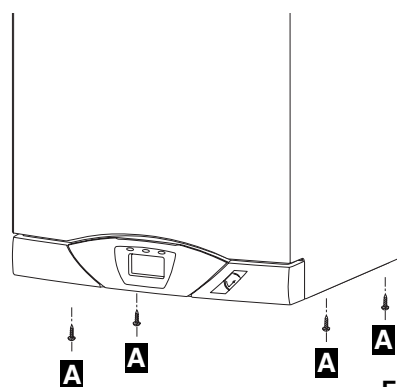

Fig. 16
- visser les 4 vis **A** de fixation de l'habillage, situées en partie inférieure (fig. 16).